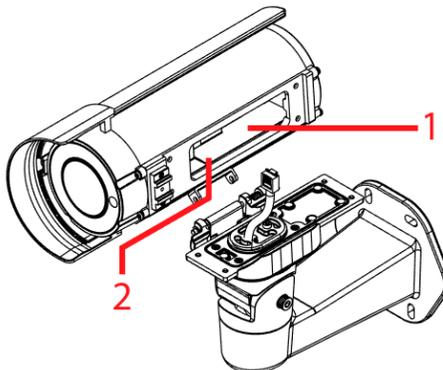

Figura 12
**Nota:** A figura abaixo indica a localização dos botões e ligações da câmara (1) (figura 12) e do saco dessecante (2) (figura 12) na câmara.